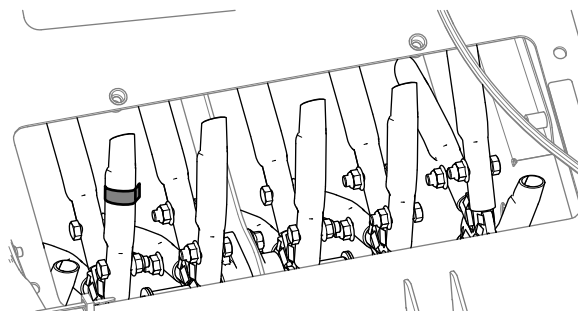

Figure 71
1. Par l'ouverture du panneau d'accès, examinez l'état et l'usure des louchets (Figure 71).